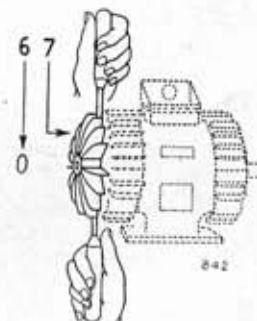

Fig. 3
- III. Enlevez le jonc 6 à l'aide d'un tournevis. Démontez le ventilateur 7 à l'aide de 2 tournevis au droit de 2 ailettes diamétralement opposées (Fig. 3).